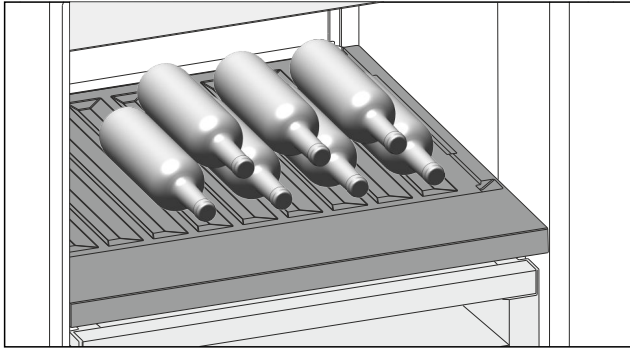

Fig. 98
- ▶ Помістіть пляшки дном у напрямку до задньої стінки. (див. Fig. 98)